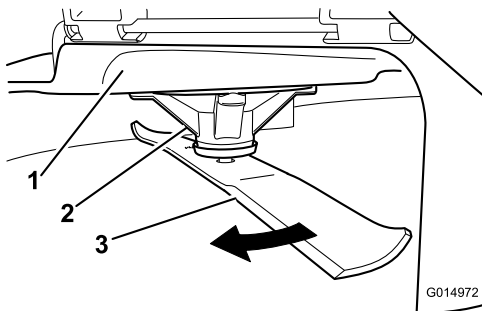

Figura 73
- Llevando guantes fuertemente acolchados u otro tipo de protección apropiada para las manos, gire la cuchilla lentamente hasta una posición que permita medir la distancia entre el filo de corte y la superficie nivelada en la que descansa la máquina (Figura 73).